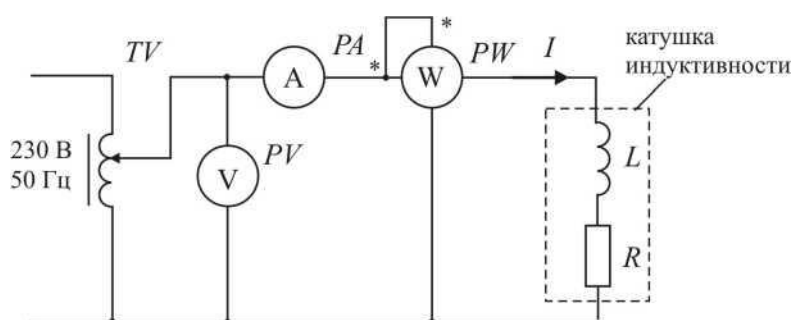

Рис. 10.4. Схема лабораторной установки для косвенного измерения параметров катушки индуктивности с использованием амперметра, вольтметра и ваттметра
1. Собрать электрическую схему, показанную на рис. 10.4.
1. Исключить из схемы рис. 10.4 ваттметр PW и произвести измерения тока и напряжения для всех катушек, фигурировавших в первом опыте, устанавливая те же значения силы тока. Результаты измерений занести в табл. 10.2.